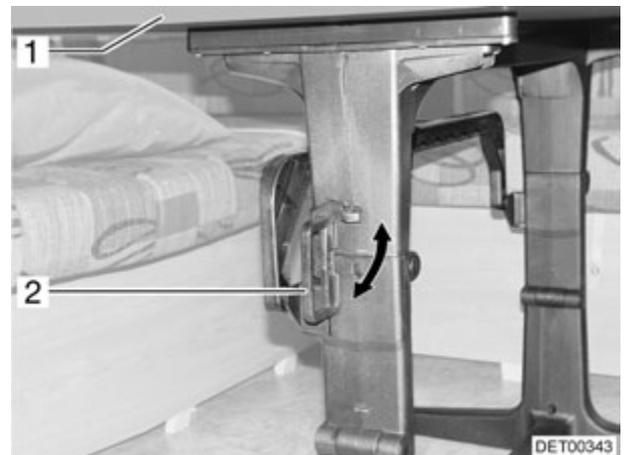

Fig. 63 Dispositif de verrouillage de la table pivotante (variante 2)
- Tourner la poignée (Fig. 63,2) en position horizontale.
- Faire pivoter le plateau de table (Fig. 63,1) vers le bas, dans un arc de cercle.